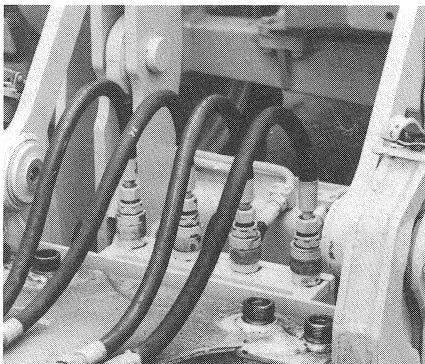

Bild 38
(1) Staubkappen von den Schnellkupplungen im Schaufelarm abnehmen.
(2) Staubschutzkappen von den Schnellkupplungen abnehmen. Schnellkupplungen der Schläuche mit den Schnellkupplungen im Schaufelarm verbinden (Bild 38). Auf Farbmarkierung achten.
(1) Remove dust caps from the rapid-action couplings in the shovel arm.
(2) Remove dust protecting caps from the rapid-action couplings. Connect rapid-actions couplings of the hoses with the rapid-action couplings in the shovel arm (Fig. 38). Pay attention to colour marking.
(1) Enlever les chapeaux antipous- sières des accouplements rapides du bras.
(2) Enlever les chapeaux antipous- sières des accouplements rapides. Raccorder les accouplements rapides des tuyaux souples aux accouplements rapides du bras (fig. 38). Faire attention aux marquages colorés.